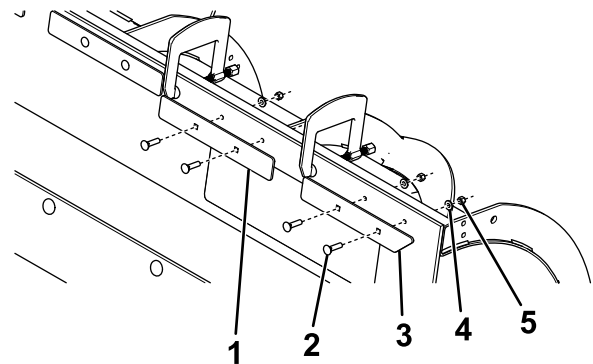

Bild 2
Hinweis: Wenn Ihr Schneepflug keine Löcher hat, die Sie als Schablone verwenden können, verwenden Sie Bild 2 als Schablone für die Bohrstelle.
- Befestigen Sie die 45°-Streifen mit vier Schlossschrauben (5/16"), vier Unterlegscheiben (5/16") und vier Nylon-Sicherungsmuttern (5/16") an den äußeren Bohrungen, wie in Bild 2 dargestellt.
- Befestigen Sie die rechteckigen Streifen an den verbleibenden Löchern (Bild 2) mit den nachfolgend für Ihren Schneepflug aufgeführten Befestigungsmitteln: